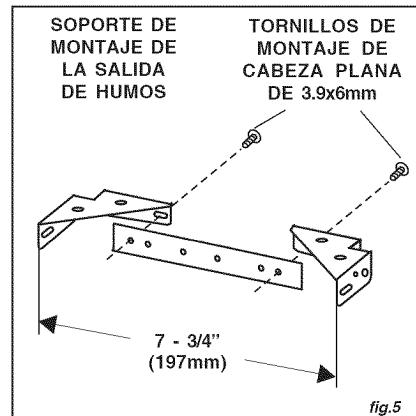

fig.5
1. Ensamble el soporte de montaje de la salida de humos, ajustando el ancho exterior tal como se muestra. Fig.5
3. Asegure la unidad de soporte al techo utilizando (2) tornillos de montaje de 4,8x38mm y soportes de muro de mampostería sin mortero. Asegúrese de que el soporte está apretado contra el muro contiguo y centrado sobre la campana.